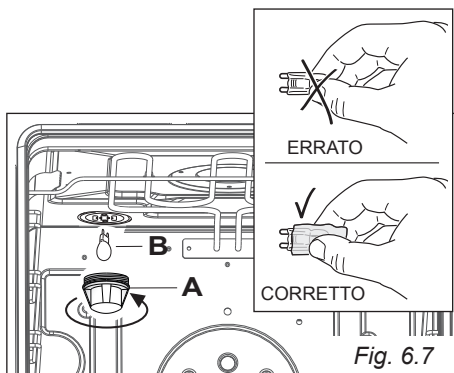

Fig. 6.7
- Svitare la calotta protettiva "A" (fig. 6.7).